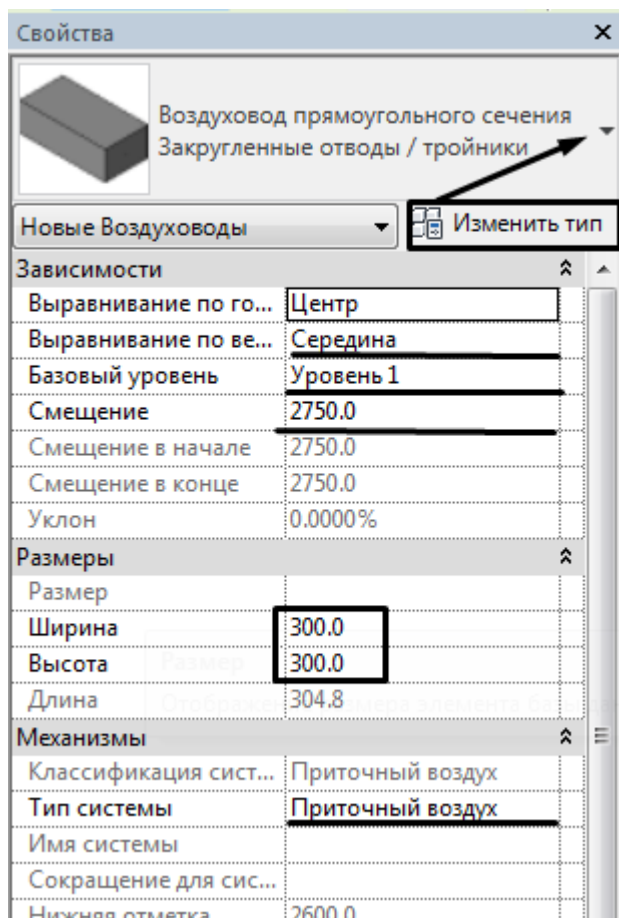
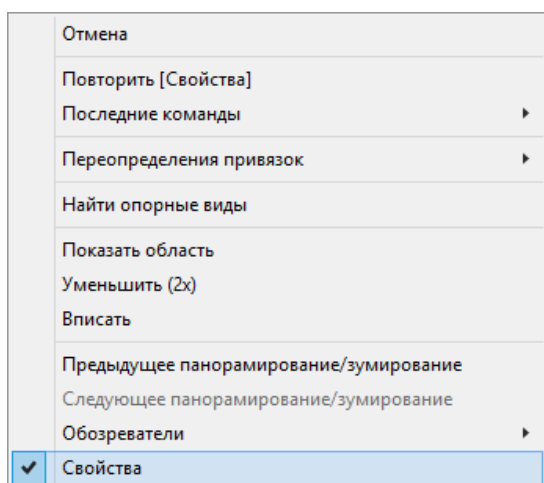

Рисунок 5.3. Настройка свойств воздуховода
Рисунок 5.4. Установка панели «Свойства»
2. В панели «Свойства» (рис. 5.3) выбрать требуемый тип воздуховода (круглый, прямоугольный или овальный). Для того чтобы появилась панель свойств, нужно нажать правую кнопку мыши и поставить галочку напротив строки «Свойства» (рис. 5.4).